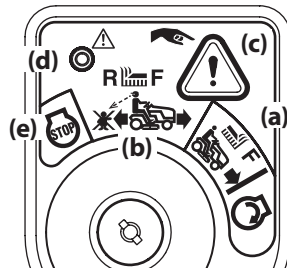

Figura 19
2. Gire la llave de la posición CORTE NORMAL (a) a la posición MODO DE PRECAUCIÓN DE RETROCESO (b) del módulo de encendido. Consulte la Figura 19.
3. Oprima el BOTÓN DE MARCHA ATRÁS (c) en el ángulo superior derecho del módulo de encendido. La luz indicadora roja (d) que está en el ángulo superior izquierdo del módulo de encendido se mantendrá ENCENDIDA mientras esté activada. Consulte la Figura 19.
5. Siempre mire hacia abajo y hacia atrás antes y mientras opera en marcha atrás, para asegurarse de que no haya niños en el área. Luego de volver a desplazarse hacia adelante, vuelva la llave a la posición de CORTE NORMAL (a). Consulte la Figura 19.
6. El MODO DE PRECAUCIÓN DE RETROCESO (b)  permanecerá activado hasta que (consulte la Figura 19 en la página 50):